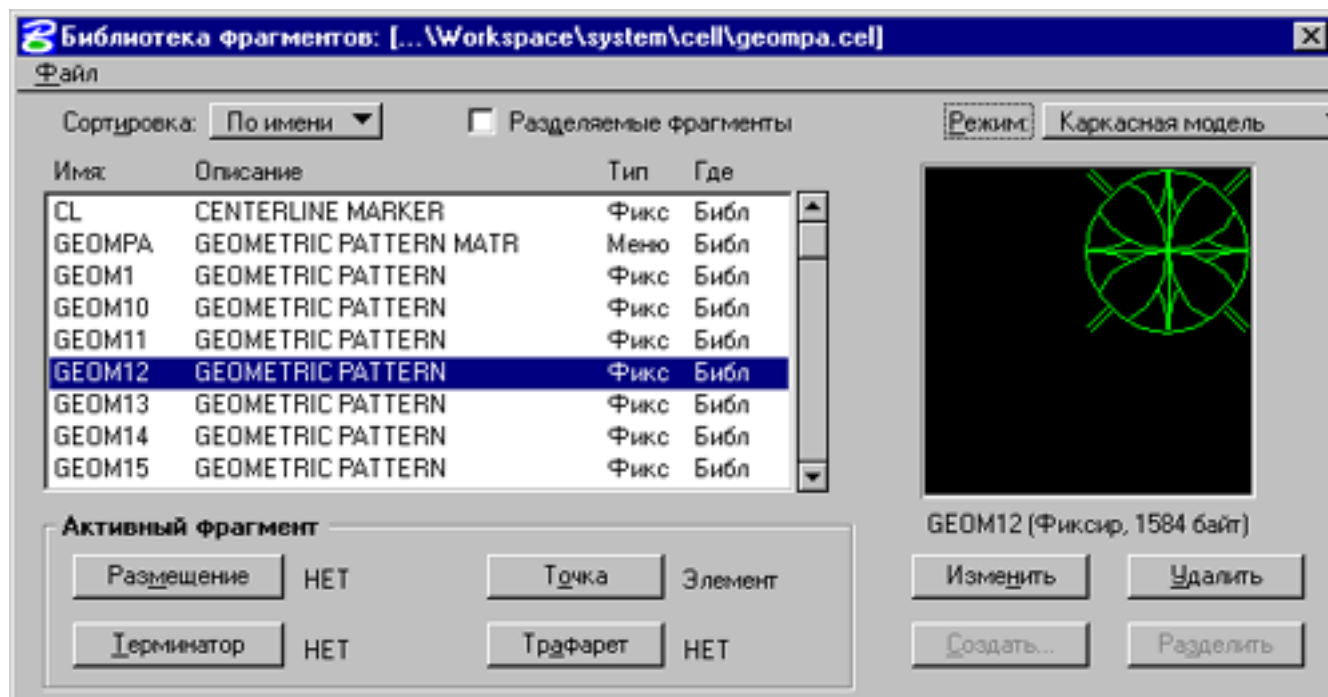

рис. 69
Существует менее наглядный, но более информативный способ представления библиотеки фрагментов, нежели *Селектор фрагментов* (см. п. 9.2.) – *Библиотека фрагментов*. Вызывается диалоговое окно *Библиотека фрагментов* (рис. 69) через падающее меню *Элементы\Фрагменты*.
4. В окне *Библиотека фрагментов* (рис. 69) загорится пиктограмма *Создать*. Если этого не случилось, значит что, либо ни один элемент не попал в выделенную область, либо вы не установили базовую точку, либо хотите разместить объект из трехмерного файла в двухмерную библиотеку.